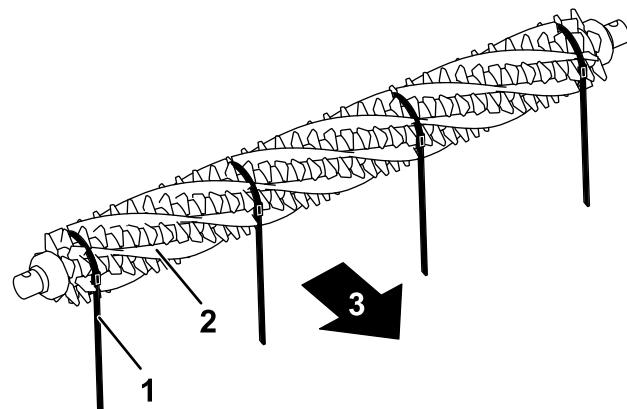

Figura 18
3. Desde un lado del molinete del gromer, deslice un cepillo en cada ranura alrededor de toda la longitud del molinete del gromer (Figura 18).
Importante: Debe envolver las cintas alrededor del conjunto de cuchillas y cepillos del groomer en la dirección de rotación principal. La Figura 18 muestra las cintas instaladas para la rotación hacia adelante.